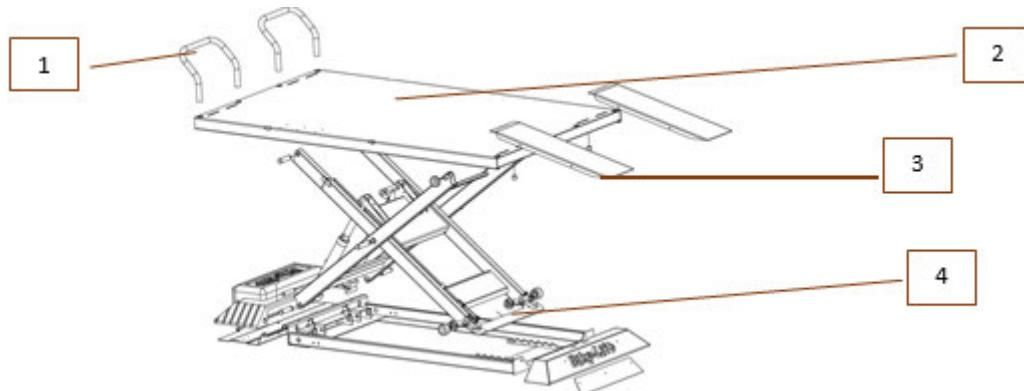

Figure 5- Modèle général d'élévateur
Avant d'installer le véhicule au-dessus de la plate-forme il est essentiel mettre la rampe (Figure 5, [1]), contrôler que le plan de travail (Figure 5, [2]) soit **complètement baissé** et que la rampe de montée (Figure 5, [3]) soit positionnée correctement.
Une fois achevée l'altitude de travail, il faut faire descendre légèrement l'élévateur, ainsi à assurer que la barre de sécurité (Figure 5, [4]) soit appuyée aux blocs d'arrêt; au cas contraire continuer l'action de montée jusqu'à ce que la barre ne dépasse les blocs d'arrêt situés à la base de l'élévateur pour l'altitude de travail choisi;
- 3- Agir sur la pompe pour hausser pour environ 3 cm et l'élévateur, donc desserrer la barre de sécurité (Figure 5, [3]) par le levier spécifique situé latéralement. Actionner la commande en descente;